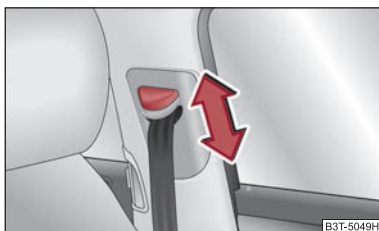

Fig. 4 Scaun față: Reglarea pe înălțime a centurii
- Împingeți dispozitivul în poziția dorită în sus sau în jos ⇒ fig. 4.